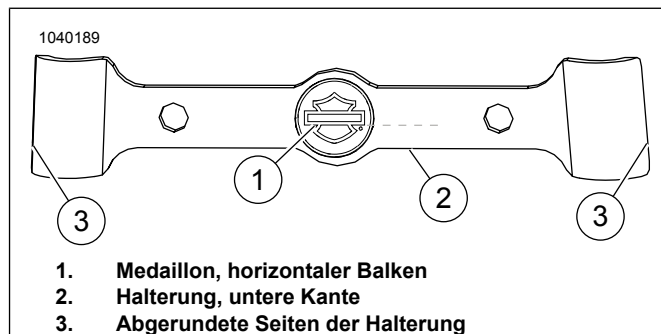

Abbildung 3. Medaillon-Ausrichtung
- Abbildung 3 Die Seiten der Halterung (3) sind nicht symmetrisch. Sie ist oben schmaler als unten.
- Abbildung 3 Den horizontalen Balken des Medaillons (1) am unteren Rand (2) der Halterung ausrichten. Die zwei Elemente müssen parallel sein.
- Abbildung 3 Die Schutzfolie von der linken und rechten Seite der Halterung (3) abziehen.